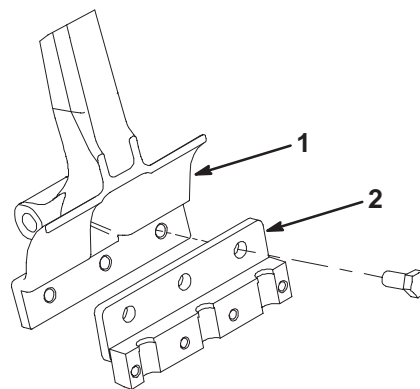

Figure 23
2. Montez un porte-louchets sur chaque bras d'aération avec (3) vis 1/2 x 1-1/4 pouce (Fig. 23). Serrez les vis à 102 Nm.